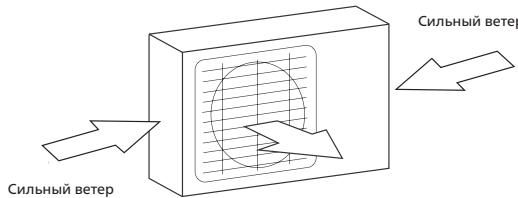

Рис. 5.1
- Если место размещения блока подвергается воздействию сильных ветров (например, со стороны моря), его следует установить у стены, чтобы обеспечить укрытие от ветра. При необходимости можно использовать навес (см. рис. 5.1 и 5.2).